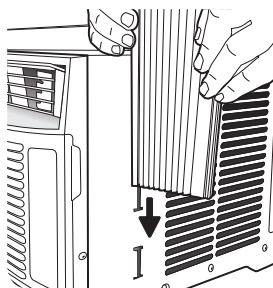

Fig. 4
- B. Faites glisser l'extrémité libre du panneau dans l'armoire. Faites glisser le panneau vers le bas. Assurez-vous de laisser suffisamment d'espace pour glisser le haut et le bas du cadre dans les rails de l'armoire. (Voir Fig. 4)